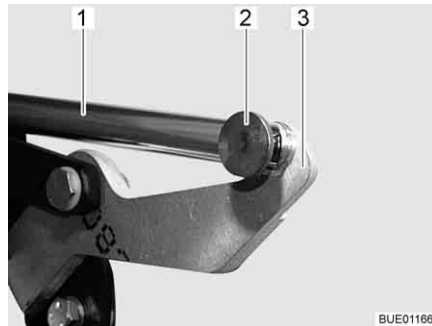

Fig. 80 Entraînement
- Retirer la jonction (par ex. goupille et broche) (Fig. 80,2) entre la tige de poussée (Fig. 80,1) et le levier (Fig. 80,3).